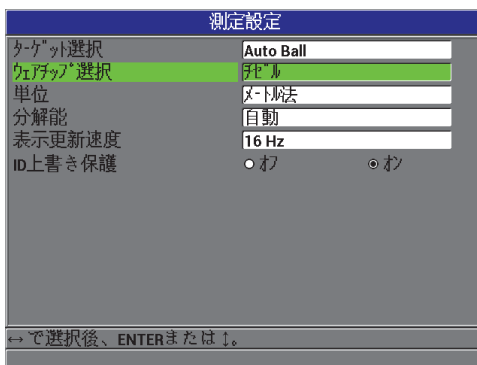

図 4-5 測定設定画面
3. 測定設定画面 (85 ページ図 4-5 参照) で、次のように実行します。